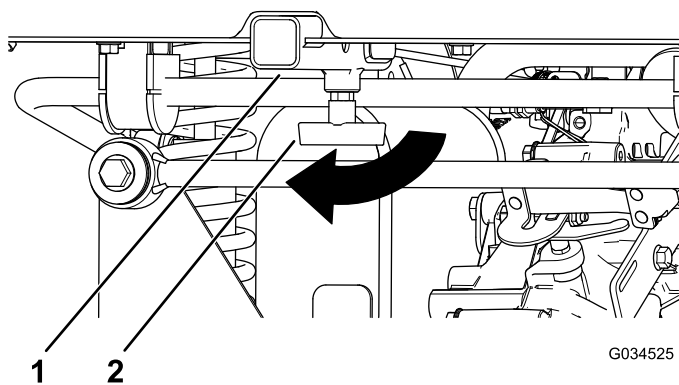

Figura 17
1. Desaperte a pega em “T” rodando-a no sentido dos ponteiros do relógio (Figura 17).
2. Insira o acessório no recetor até que os orifícios fiquem alinhados (**Figura 17**).